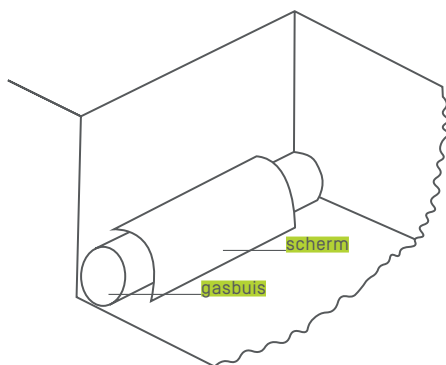

fig. 1 - bescherming bij middel van een scherm
2. Bij gebruik van vuur, moeten de gasinstallaties beschermd worden tegen elke beschadiging door middel van een aangepast materiaal [zie fig. 1] Er moet zich brandbestrijdingsmateriaal ter plaatse bevinden. Het is verboden gasinstallaties in kunststof (bijvoorbeeld P.E.-buizen) met een vlam op minder dan 0,60 m te benaderen.